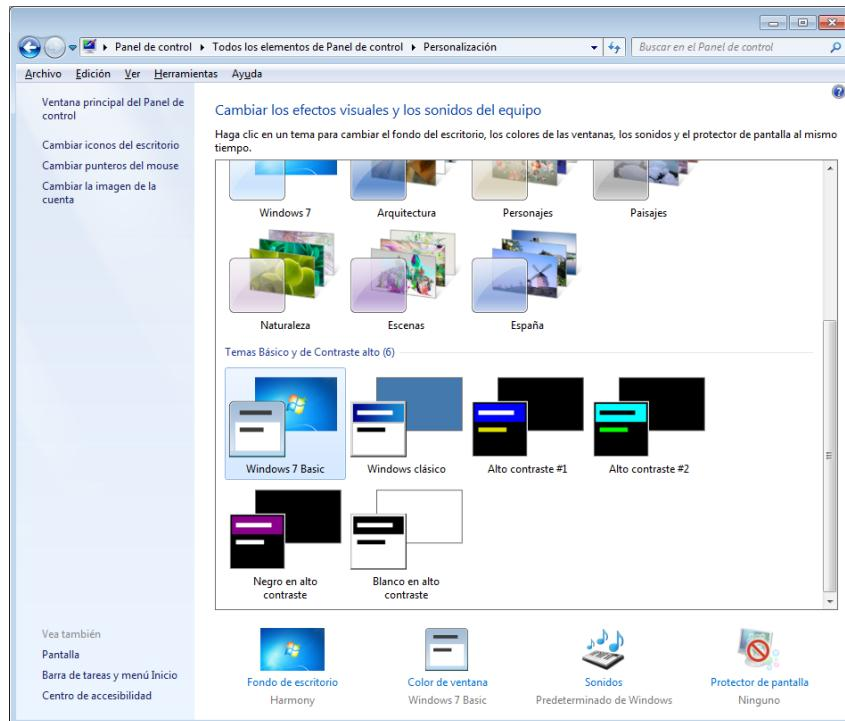

Рис. 11 Экран конфигурации
Трубок этого, освободите прижимную пластину, потянув зажим вверх (1), см. Рис. 11